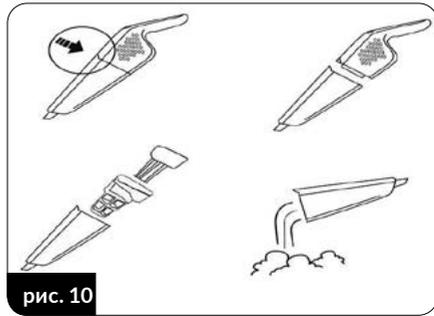

рис. 10
6. Переконайтеся, що контейнер для пилу (12) завжди заповнений. Переповнений контейнер знижує ефективність пилососа, збільшує споживання енергії та призводить до швидкого забруднення фільтрів. Щоб спорожнити контейнер для пилу, вимкніть пилосос, знявши
його з основної ручки, за допомогою кнопки (8), звільніть контейнер для пилу (12) від пилососа, витягніть HEPA-фільтр (10) і корпус фільтра (11) з контейнера. Висипте вміст контейнера у відро для сміття (рис. 10).
- Після завершення прибирання вимкніть пилосос, очистіть контейнер для пилу та зарядіть акумулятор. Повністю заряджений акумулятор забезпечує до 40 хвилин роботи пилососа при низькій потужності всмоктування. Про розряд акумулятора свідчить пульсація індикатора (7) і помітне падіння потужності всмоктування.